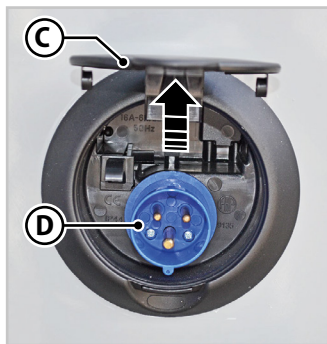

Fig.6.29 - Tomada para alimentação elétrica de 220 V
2. Levantar a tampa (**C** - Fig.6.29) da tomada (**D** - Fig.6.29) situada na lateral do veículo.
3. Ligar um cabo externo de secção adequada e do tipo homologado à tomada (**D** - Fig.6.29).